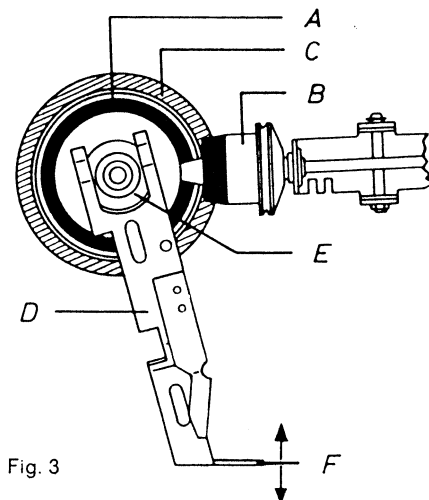

Fig. 3
2.11 Preliminary Check of the Right-Hand Clutch (see Fig. 3)
2.11 Contrôle de l'embrayage droit (voir fig. 3)
2.11 Verificación previa del embrague derecho (véase fig. 3)
(see Fig. 3)
(voir fig. 3)
Lorsque la touche «Start» est enfoncée, le disque moteur (A) — initialement repoussé — est libéré sous l'action du curseur de commande (D) et de la bague de levage (E), puis pressé par les ressorts (C) contre le cône de la roue à friction (B). La friction entre le disque moteur (A) et le cône de la roue (B) peut être réglée par le cambrage de l'ergot (F) du curseur de commande (D) (voir flèche sur la fig. 3). Après le dégage ment de la touche «Start» et l'actionnement de la touche «Avance rapide», aucune friction ne doit exister entre le disque moteur (A) et le cône de la roue (B). Un écart d'au moins 0,5 mm doit séparer ces deux organes. Le réglage de l'embrayage droit est correct si ce dernier entre en mouvement déjà aux 2/3 de la course d'actionnement de la touche «Start». Régler ensuite le contact «muet» (K 5) com me indiqué sous 4.22.
(véase fig. 3)